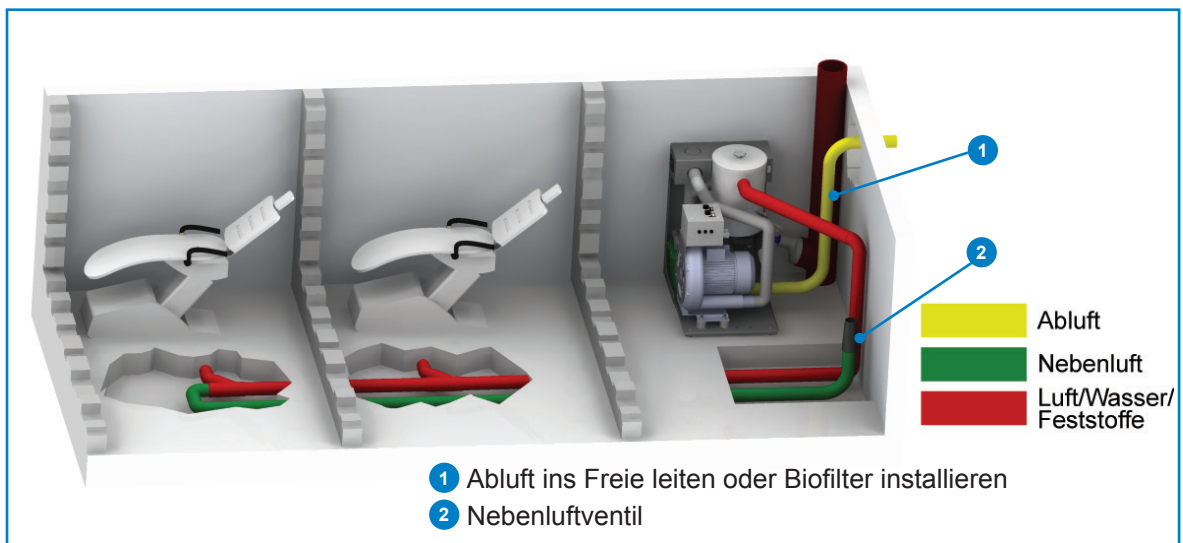
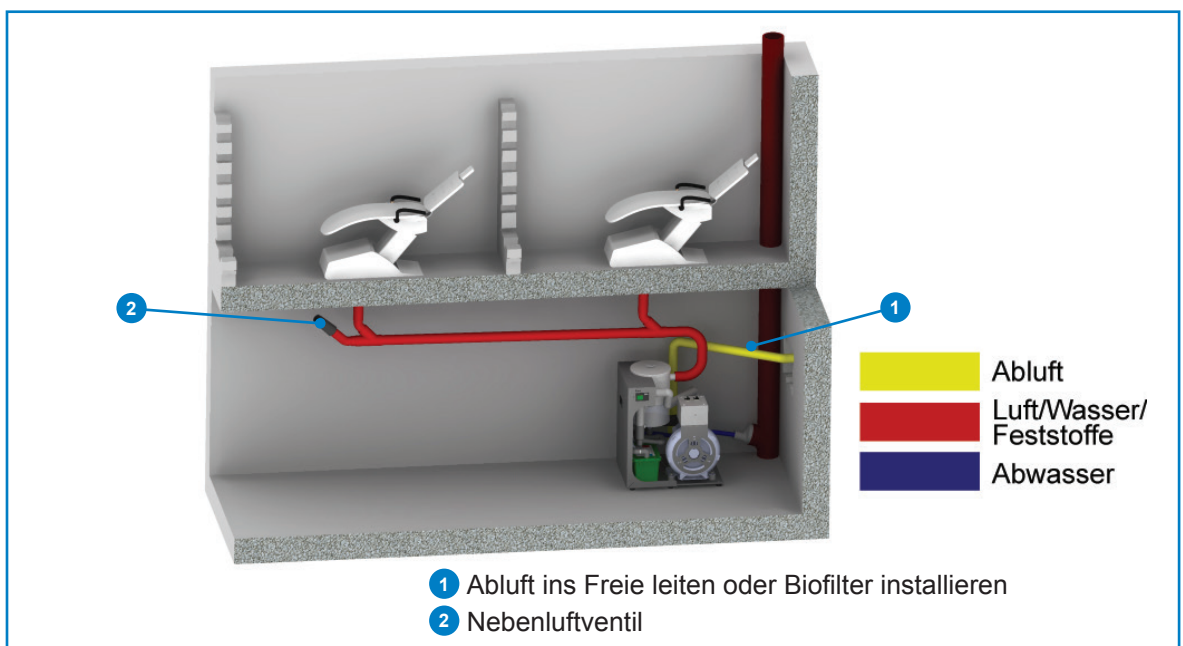

Abb. 2: Installationsoption Etage
Abb. 3: Installationsoption Keller
Eine rückgeführte Leitung in den Technikraum (siehe grüne Leitungen, Abb. 2 „Installationsoption Etage“ und Abb. 3 „Installationsoption Keller“ auf Seite 25) mit dort installiertem Nebenluftventil ist die optimale Lösung hinsichtlich Wärmeabfuhr aus dem Raum, Geräuschminderung und Rohrspülung.
- indem die Rohrleitung in einen anderen schallunempfindlichen Raum gelegt wird, in dem das Nebenluftventil angeschlossen wird (siehe Abb. 2 „Installationsoption Etage“ und Abb. 3 „Installationsoption Keller“ auf Seite 25),